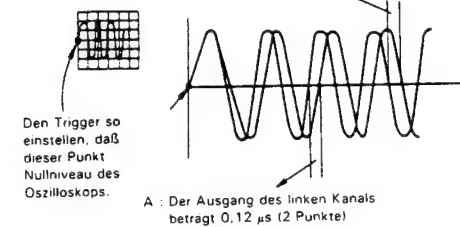

Abbildung 2-12.
4. Das Oszilloskop so einstellen, daß sich die in Abb. 2-12 gezeigte Ausgangswellenform ergibt.
5. R6386 (Regler des rechten Kanals) und R6378 (Regler des linken Kanals) so einstellen, daß sich die in Abb. 2-12, Teil A gezeigte Ausgangswellenform ergibt.